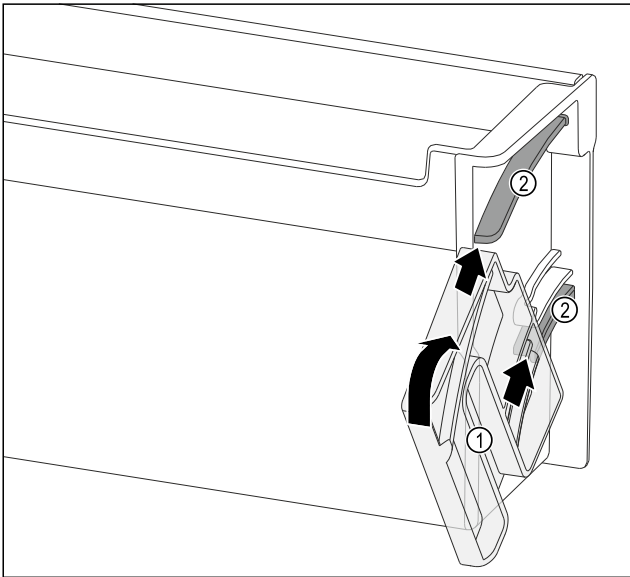

Fig. 146
- Positionner l'unité de rotation Fig. 146 (1) de manière à placer les évidements exactement en face des canaux de guidage Fig. 146 (2) du balconnet de contre-porte.
- Tourner l'unité de rotation Fig. 146 (1) dans le sens indiqué.